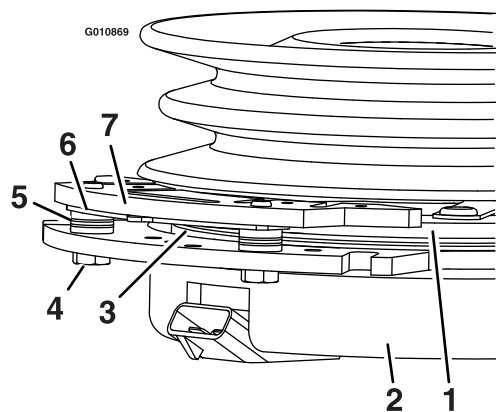

**Figura 63**
3. Retire el tapón guardapolvo de la rueda giratoria y apriete la contratuerca (**Figura 63**).
4. Apriete la contratuerca hasta que las arandelas de muelle estén planas, luego afloje  $\frac{1}{4}$  de vuelta para establecer la pre-carga correcta de los cojinetes (**Figura 63**).
**Importante:** Asegúrese de que las arandelas de muelle están correctamente instaladas, según se muestra en **Figura 63**.
5. Coloque el tapón anti-polvo (**Figura 63**).